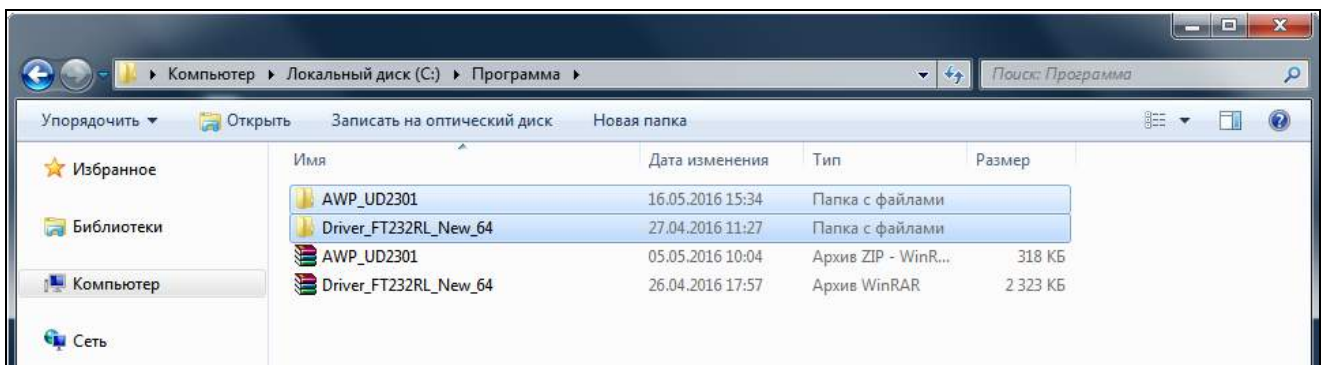

Рисунок 2.66 – Загруженное ПО
2. После этого необходимо разархивировать данные и будет получено две папки: с драйвером и программой (рис. 2.66).